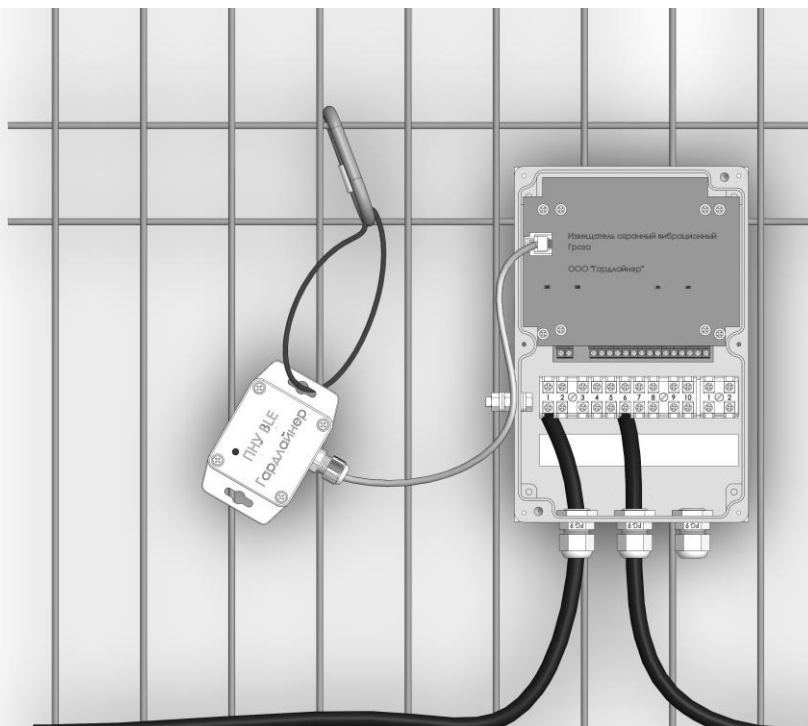

Рис. 8.1. Пример. Подключение БК к БОС ГРОЗА
8.3 Закрепить БК с помощью крепежного ремня вблизи соответствующего блока ТСО (Пример рис. 8.1) и подключить согласно таблице 8.1.